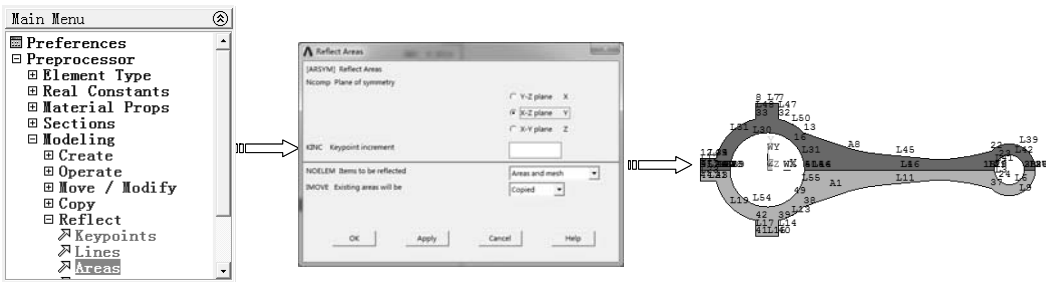

图 7-136 镜像面
18) 选择“Main Menu>Preprocessor>Modeling>Reflect>Areas”命令，弹出拾取对话框，选择所有的面，然后单击“OK”按钮，弹出“Reflect Areas”对话框，选择“X-Z plane”选项，单击“OK”按钮完成镜像，如图 7-136 所示。